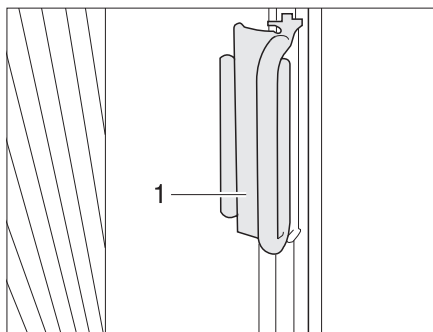

Fig. 82 Tendina oscurante pieghevole del finestrino del conducente e del passeggero
- Afferrare l'impugnatura (Fig. 82,1) delle tendine oscuranti pieghevoli e chiudere in avanti tirando con prudenza finché il fermo magnetico non blocca la tendina oscurante pieghevole.
- Spingere l'impugnatura (Fig. 82,2) sul sopraalzo. La tendina oscurante pieghevole è ora bloccata.